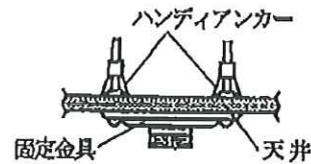

図4
- 天井にハンディアンカー用穴を開け、ハンディアンカー（市販品）を使用して、固定金具を垂直になるよう確実に固定してください。（図4参照）